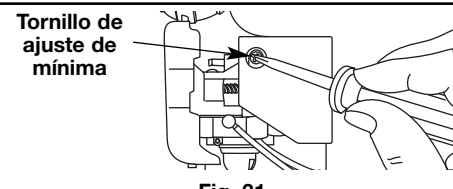

Fig. 31
La velocidad mínima del motor puede ser ajustada. Puede tener acceso al tornillo de ajuste de mínima a través de un orificio en la parte superior de la cubierta del motor (Fig. 31).
2. Suelte el gatillo del regulador y deje que el motor funcione en mínima. Si el motor se para, inserte un destornillador Phillips pequeño o un destornillador de vástago plano en el orificio de la cubierta del motor (Fig. 31). Gire el tornillo de mínima hacia adentro, en sentido horario, de a 1/8 de vuelta por vez (según sea necesario) hasta que el motor funcione en mínima suavemente.